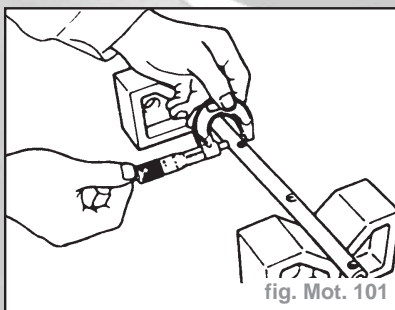

fig. Mot. 101
- Utiliser un micromètre pour contrôler le diamètre de l'axe de culbuteurs à l'emplacement du culbuteur (fig. Mot. 101).